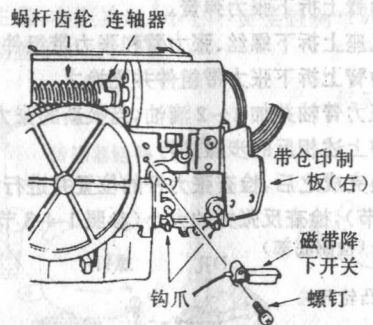

图 1-3-6 带盒降下开关的更换
- ① 从主机座上拆下带盒仓组件。
- ② 拆下右边的带盒仓印制电路板,在右导板上摘开钩爪。
- ③ 拆掉紧固开关的螺丝并取出开关,见图 1-3-6。
- ④ 用电烙铁焊掉开关上接线端的引线。
- ⑤ 当安装新的开关时按照与上述相反的步骤进行。